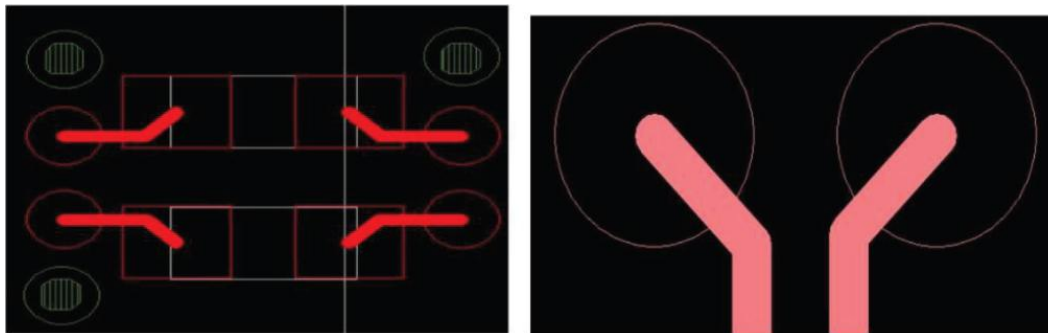

图2.40
- 7.差分信号左拐弯右拐弯要一致，进出 pad,via 要对称，如下图 2.40。